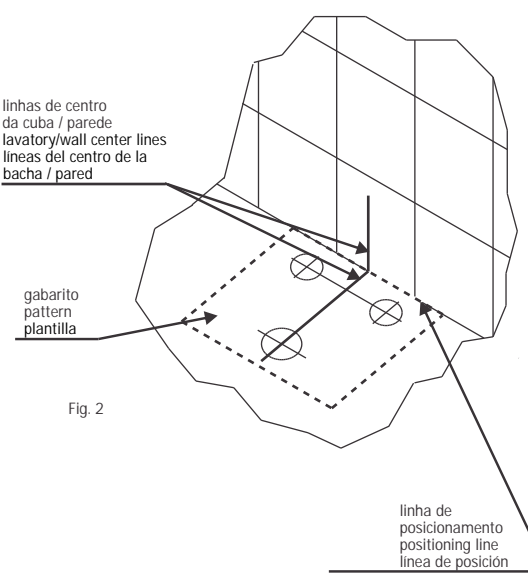

Fig. 2
- 2 Recortar o gabarito e posicioná-lo sobre o tampo, encostando a linha de posicionamento na parede e fazer coincidir sua linha de centro com a linha traçada na parede conforme fig.2. Cortar o tampo conforme o gabarito.
Cut out the pattern and place it over the countertop, whith the positioning line against the wall, making its center line with the line drawn on the wall, according to fig.2. Cut out the countertop according to the pattern.
Recortar el esquema y sobreponerlo en la tapa, apoyándolo en la línea de posición de la pared, haciendo coincidir la línea del centro con la línea trazada en la pared, de acuerdo con la fig. 2. Cortar la tapa según el esquema.